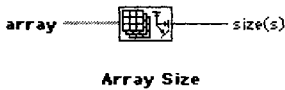
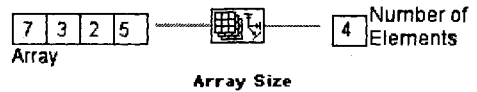

Рис. 7.16. Функция Число элементов массива
Рис. 7.17
- функция **Число элементов массива** (Array Size) возвращает число элементов входного массива (рис. 7.16). Если входной массив является n-мерным, то функция возвращает одномерный n-элементный массив, в котором каждый элемент содержит число элементов одной из размерностей массива (рис. 7.17);